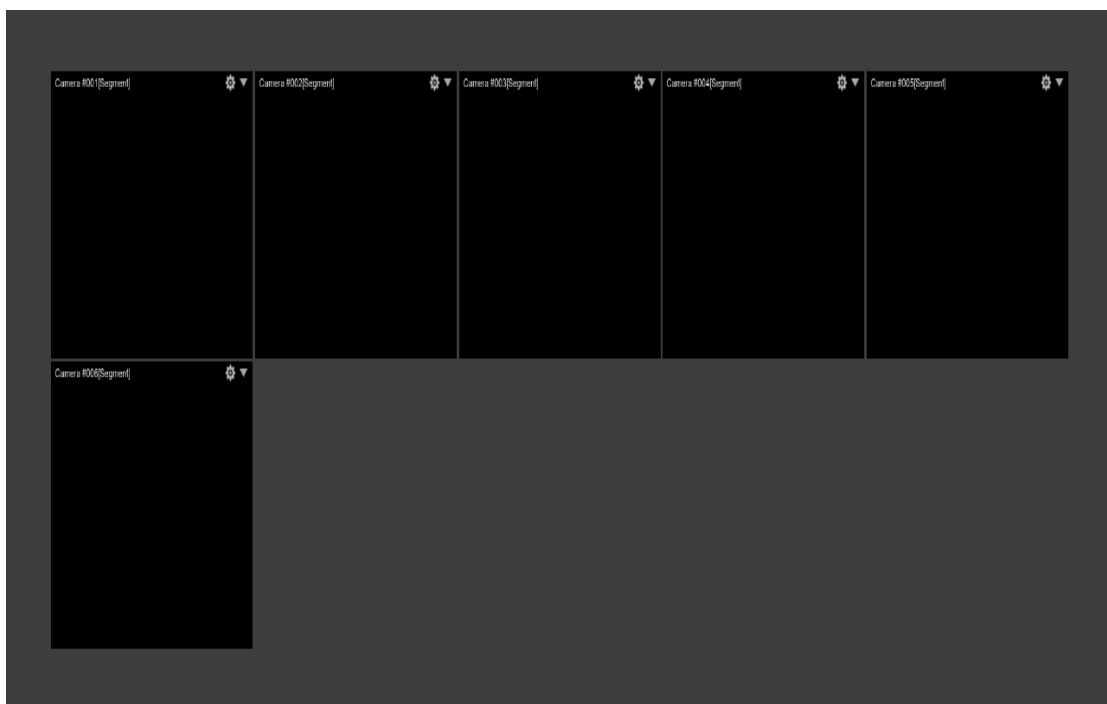

图 1.1.3 相机界面排除干扰点
(5) 相机标定。在进行相机标定前，要确保平面浏览框中各个相机界面中没有干扰点，即不存在白点。如果存在，则有可能是阳光，反光点或对面相机的红外光形成的的干扰，所以要拉上窗帘，遮住或移走反光物，调节相机俯仰角度等，确保每个相机界面中没有白点，如下图所示。如有无法清除掉的干扰点可以进行屏蔽，点击标定栏中的“去除背景噪声”，图像栏里的干扰点会变成红色，如去除背景噪声图所示，然后开始标定，如图 1.1.3-4 所示。